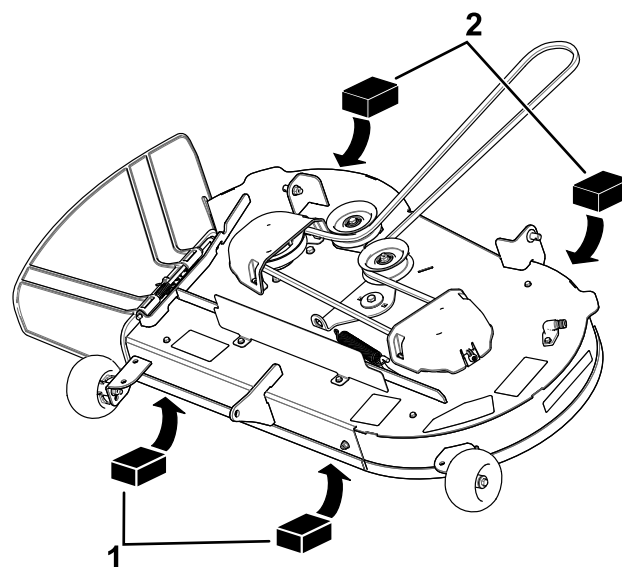
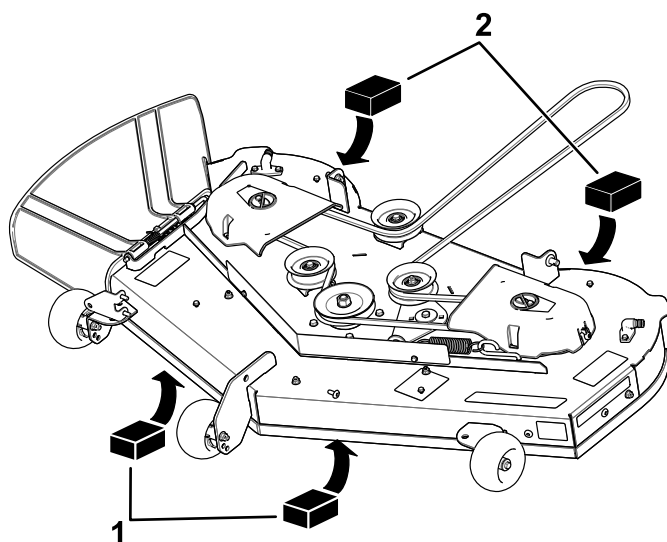

Figura 66
Figura 67
4. Coloque dos bloques de 6.6 cm (2⁵/₈") de grosor debajo de cada lado del borde delantero de la carcasa, pero no debajo de los soportes de los rodillos protectores del césped (Figura 66 o Figura 67).
5. Coloque dos bloques de 7.3 cm (2⁷/₈") de grosor debajo del borde trasero del faldón de la carcasa de corte, uno en cada lado de la carcasa de corte (Figura 66 o Figura 67).